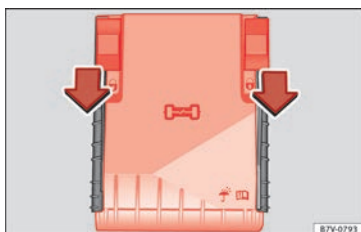

Fig. 61
- Skub låseknapperne fremad i pilens retning for at frigøre afdækningen til sikringsboksen »» Fig. 61.